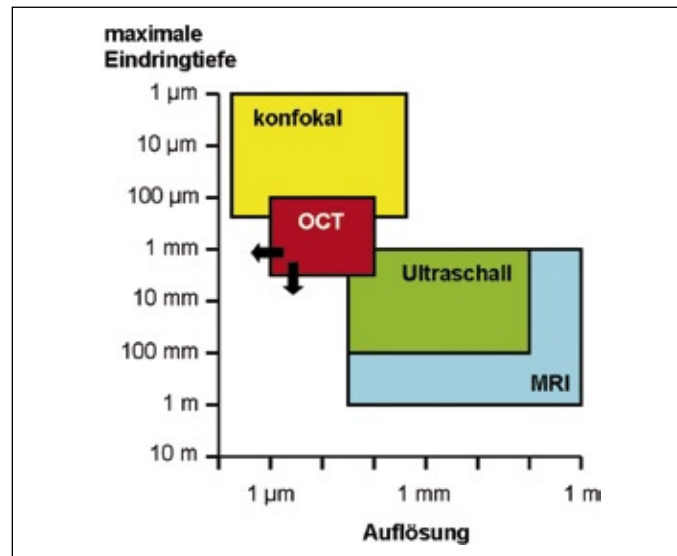

Abb. 1: Eindringtiefe und Auflösung der verschiedenen Untersuchungsmethoden von Tiefenstrukturen
Das Verfahren der optischen Kohärenztomographie ist recht neu: Es wurde 1991 durch Dr. James Fujimoto am MIT (Massachusetts Institute of Technology) eingeführt und entwickelte sich in den letzten Jahren zu einer der wichtigen Standarduntersuchungsmethoden für lebendes Gewebe in tieferen Schichten in der Medizin. Für diesen Bereich prognostiziert die Millennium Research Group ein jährliches Wachstum von 60% für die folgenden fünf Jahre. Eine noch größere Steigerung ist für industrielle OCT-Anwendungen zu erwarten. Als hochfrequentes Analogon zum Ultraschall bietet OCT eine Auflösung bis in den Mikrometerbereich mit einer Eindringtiefe, die bis über 6 mm liegen kann, allerdings stark vom Material und der verwendeten Wellenlänge abhängt. Damit deckt dieses Verfahren den Anwendungsbereich zwischen der konfokalen Mikroskopie und den Ultraschallverfahren sowie anderen computertomographischen (CT) Methoden, wie etwa der MRI (Magnetic Resonance Imaging), ab (Abb. 1).
hen Infrarot (NIR) dagegen sind diese Materialien recht transparent. Hier kann die hohe NIR-Empfindlichkeit von Sensoren in InGaAs-Technologie ausgenutzt werden, die als Zeilen- und 2D-Sensoren verfügbar sind. So steigern z.B. die Zeilensensoren der Lynx-Reihe von Xenics mit einer Auflösung von 2.048 Pixeln die Auflösung des OCT-Verfahrens (Pfeil nach links, Abb. 1). Die 2D-Kamera Cheetah-640 CL (640 x 512 Pixel) von Xenics, die bis zu 1.730 Frames/s liefert, ermöglicht sogar mittels OCT die Echtzeit-Regelung von Fertigungsprozessen. Standardmäßig sind derartige Sensoren mit einer einstufigen thermoelektrischen Kühlung ausgestattet. Wird ein sehr hohes Signal/Rausch-Verhältnis zur Vergrößerung der Eindringtiefe gefordert (Pfeil nach unten, Abb. 1), dann ist auch eine Erweiterung zur dreistufigen Kühlkette möglich.